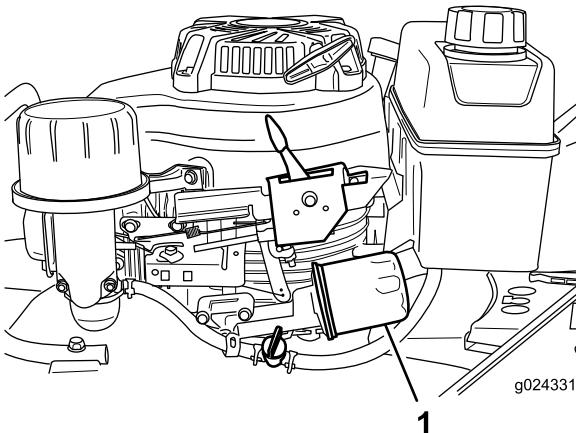

Figure 21
- Placez un chiffon sous le filtre à huile (Figure 21) pour recueillir l'huile qui peut s'écouler lors de la dépose du filtre.